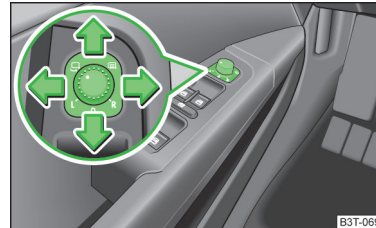

Abb. 50
- Den Drehknopf in die Position  » Abb. 50 einstellen.
- Den Drehknopf in die Position **L** bzw. bei Fahrzeugen mit Rechtslenkung in die Position **R** einstellen » Abb. 50. Die Spiegelflächenbewegung ist mit der Bewegung des Drehknopfes identisch.
- Den Drehknopf in die Position **R** bzw. bei Fahrzeugen mit Rechtslenkung in die Position **L** einstellen » Abb. 50. Die Spiegelflächenbewegung ist mit der Bewegung des Drehknopfes identisch.
- Den Drehknopf in die Position **0** » Abb. 50 einstellen.
Bei Fahrzeugen mit der Memory-Funktion für den Fahrersitz » Seite 70 kippt die Spiegelfläche etwas nach unten, wenn der Rückwärtsgang eingelegt wird und der Drehknopf sich in der Position **R** bzw. bei Fahrzeugen mit Rechtslenkung in der Position **L** befindet » Abb. 50. Dadurch wird beim Einparken die Sicht zur Bordsteinkante ermöglicht.